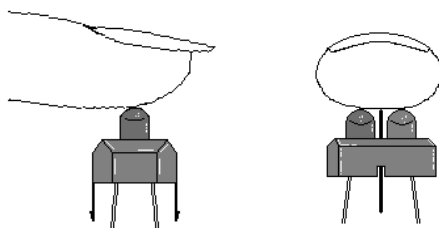

图 1-31-2 测量方法
1. 如图 1-31-2 所示,把手指放在 IC3 反射式光电传感器上,用示波器测量 TP8、TP9、TP10、TP11 的波形,并把波形截图粘贴在答题卡相应位置。